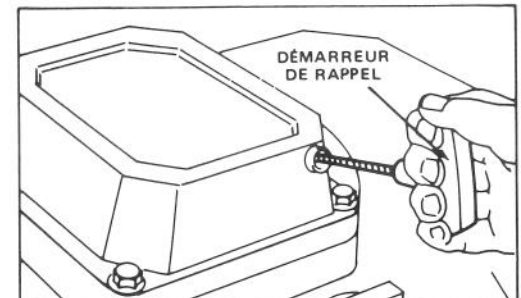

Figure 8
3. DEMARRAGE MANUEL — Placez la commande des gaz en position ETRANGLEUR (CHOKE). Assurez votre équilibre et maintenez fermement la tondeuse en plaçant votre pied sur la partie supérieure gauche du carter de la tondeuse à l'endroit où se trouve le symbole en forme de semelle. Tirez le démarreur manuel monté sur le moteur (Fig. 8) et réglez la commande des gaz selon besoin quand le moteur
Note: Si la batterie est déchargée, le moteur peut être mis en marche à l'aide du démarreur de rappel (Fig. 8).